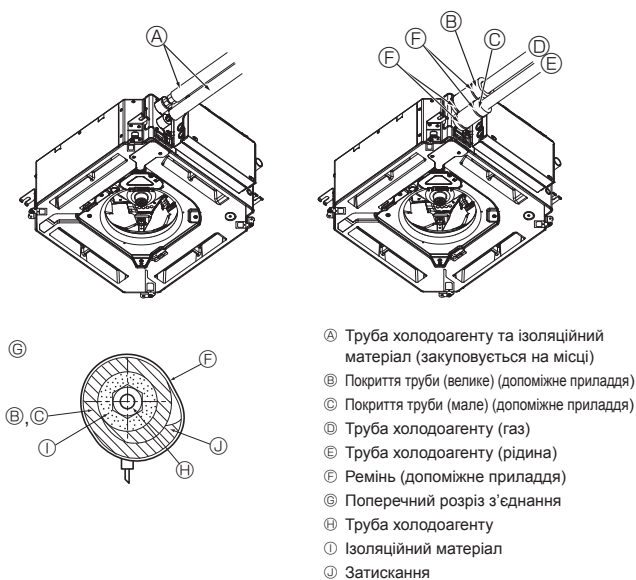

Fig. 5-8
5.5. З'єднання труб (Fig. 5-8)